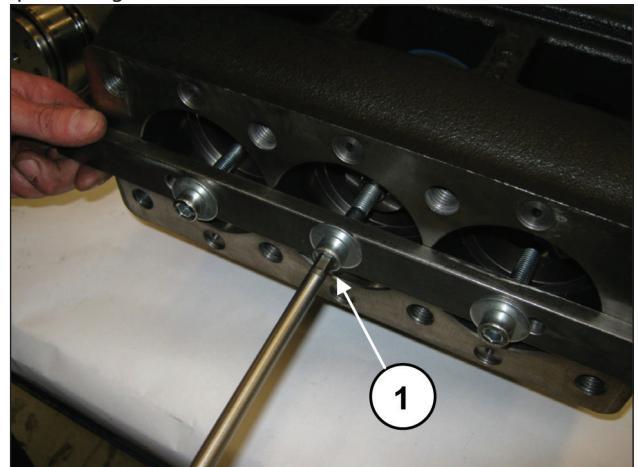
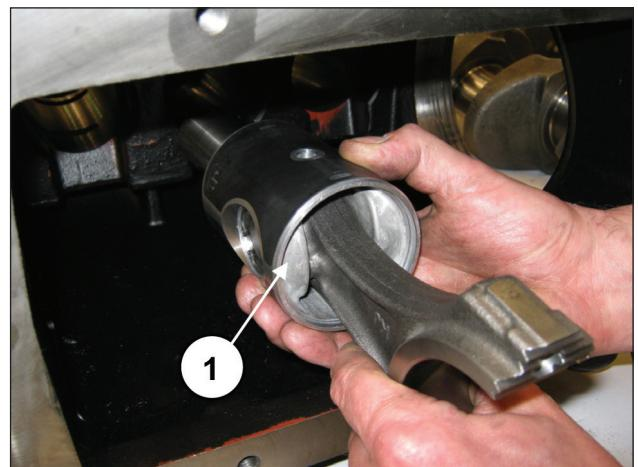

Fig. 32
Fig. 33
Procedere a svitare le viti dell'attrezzo cod. 27566200 per sbloccare le bielle (pos. ①, Fig. 32) e successivamente estrarre i gruppi biella-guida pistone dall'apertura posteriore del carter (pos. ①, Fig. 33).
Rimuovere l'attrezzo per il bloccaggio delle bielle cod. 27566200 (pos. ①, Fig. 32).